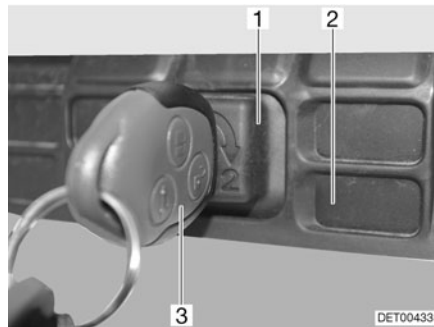

Fig. 24 Desbloqueo del capó del motor Fortero, Van
- Introducir la llave de contacto (Fig. 24,3) en el cilindro de cierre (Fig. 24,1) de la rejilla del radiador (Fig. 24,2).
- Girar hacia atrás la llave de contacto a la posición central (Fig. 24) y extraerla.